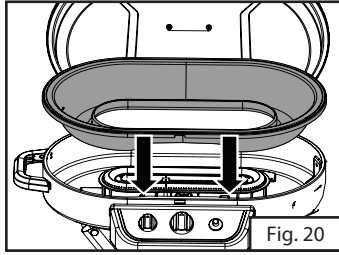
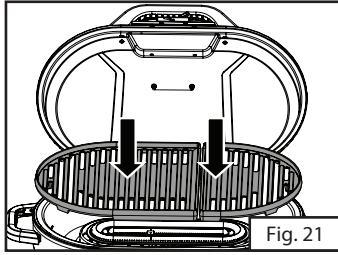

Fig. 20
Fig. 21
4. Vuelva a colocar el recipiente del agua (Fig. 20), coloque las parrillas de cocción (Fig. 21), y luego cierre y pase el pestillo de la tapa del grill.